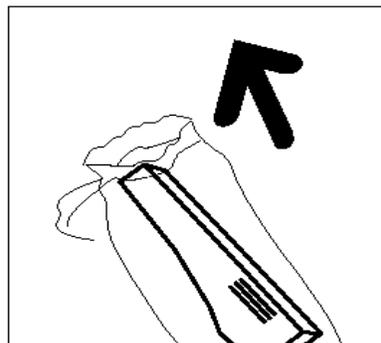

Figura 38: Extracción del cartucho nuevo de la bolsa y la caja
- 8 Extraiga el nuevo cartucho de la caja y de la bolsa, tal y como ilustra la Figura 38.